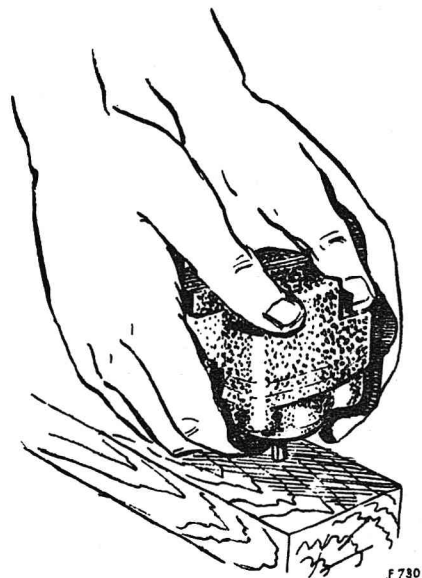

Figure 6
6. Saisissez la pompe comme indiqué sur la figure 6 et frappez l'extrémité de l'arbre sur un bloc de bois pour séparer le couvercle du corps de pompe.